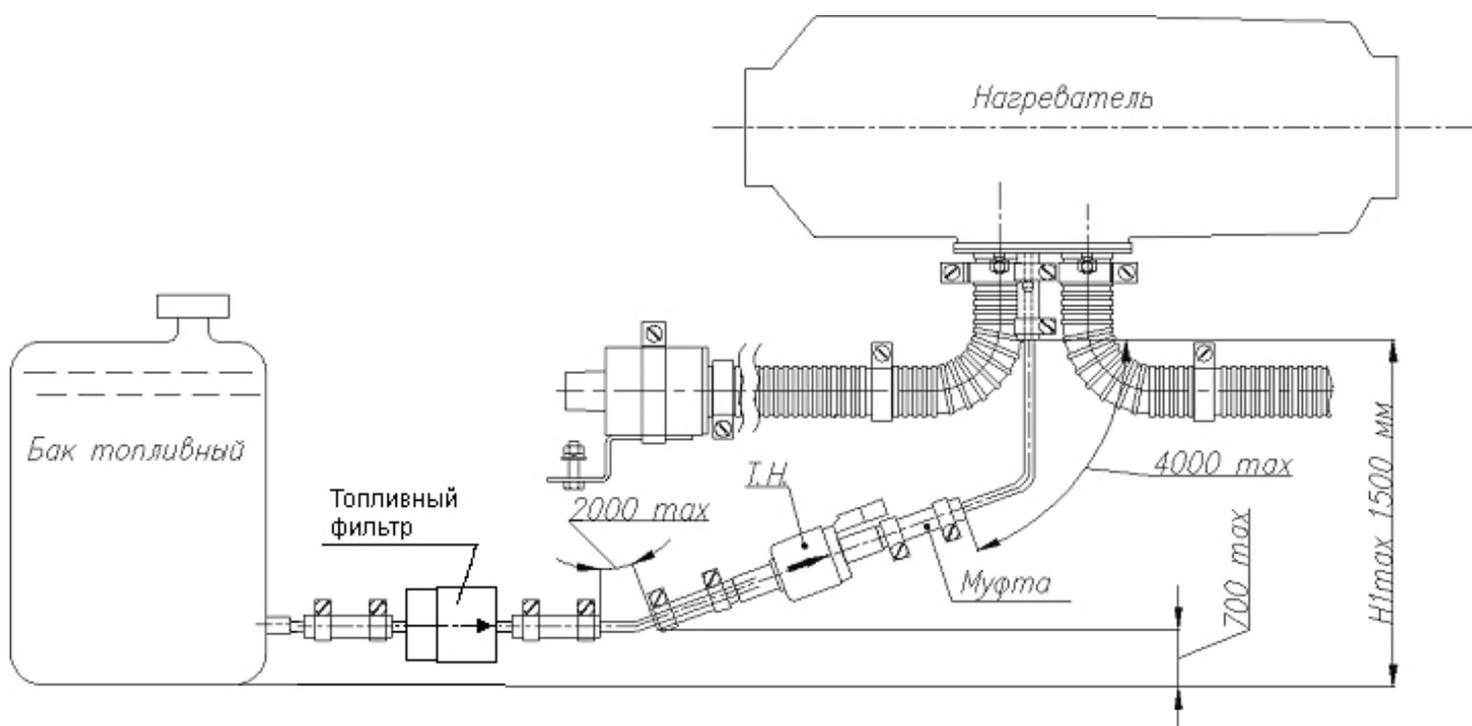
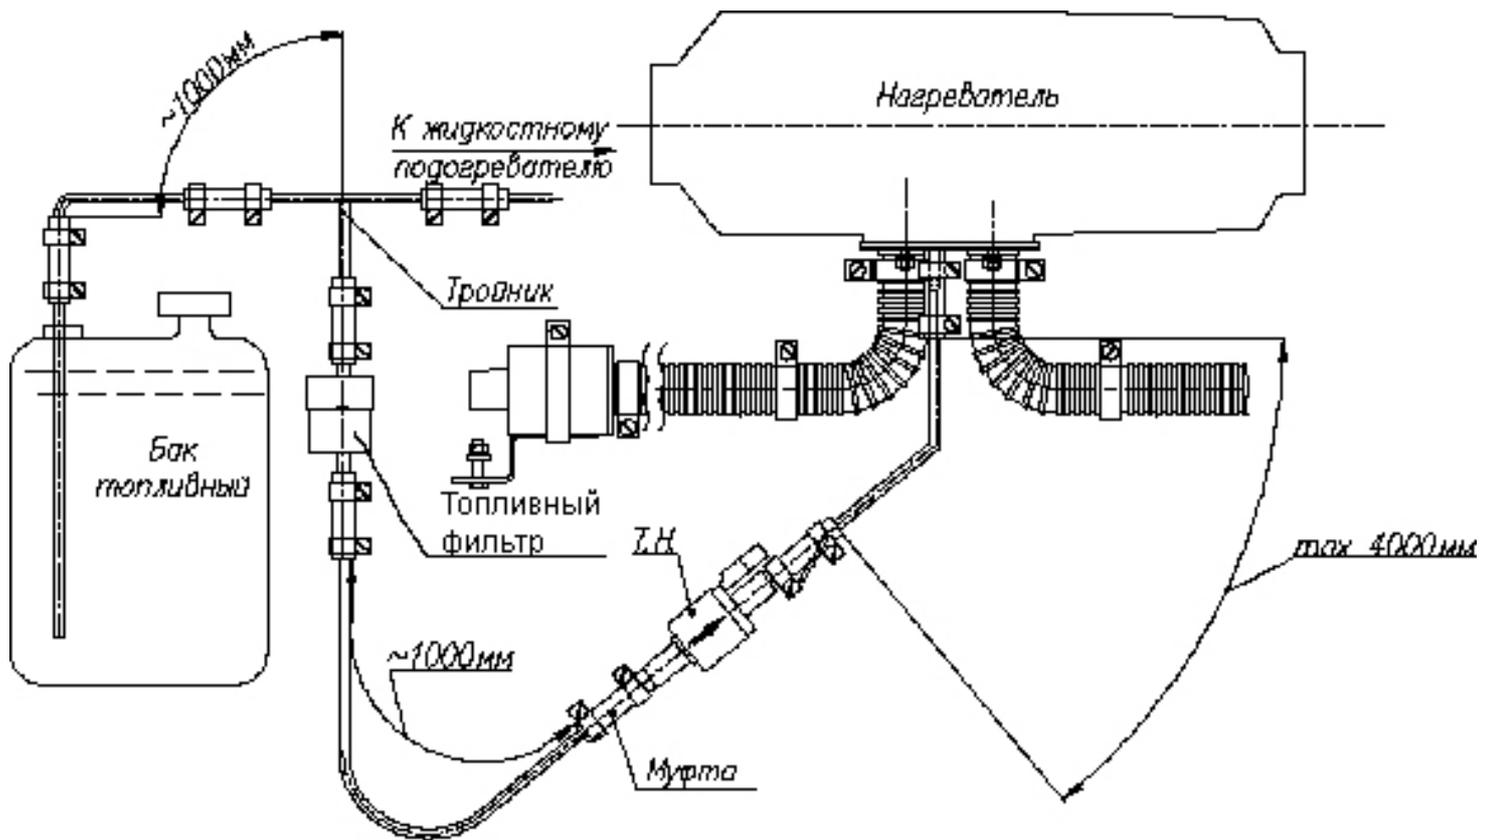

Рис.7 Схема монтажа топливной системы отопителя с индивидуальным топливным баком
Рис.8 Схема монтажа топливной системы отопителя в топливную систему жидкостного подогревателя
Питание электроэнергией осуществляется от аккумуляторной батареи автотранспортного средства. Топливная система отопителя подключается к топливной системе автомобиля или отопитель подключается к индивидуальному топливному баку, схема топливной системы приведена на рис.7 и рис.8.
- топливную трубку нагревателя предпочтительней располагать выше максимального уровня топлива в топливном баке (см. рис. 7, рис.8);
Схемы относительного расположения топливного бака, топливного насоса и нагревателя показаны на рис.7 и рис.8